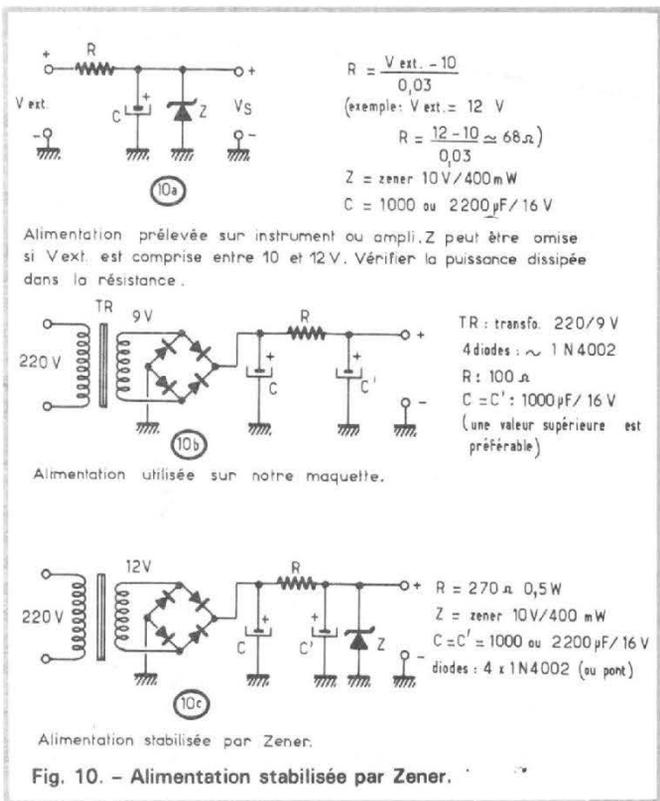

Fig. 10. - Alimentation stabilisée par Zéner.
- Prélèvement sur l'alimentation de l'instrument ou de l'ampli : prévoir une cellule de découplage, et éventuellement une stabilisation par Zéner (voir fig. 10 A).
- Alimentation non stabilisée (c'est ce que nous avons utilisé sur notre maquette : voir fig. 10 B). L'inconvénient de ce type d'alimentation est que l'on retrouve un peu de TBF à la sortie, ce qui pourrait peut-être poser des problèmes pour des fortes puissances et des haut-parleurs à suspension souple.
- Alimentation stabilisée : il suffit d'ajouter une Zéner au schéma précédent (mais le transfo doit avoir une tension plus élevée). Voir la figure 10 C.